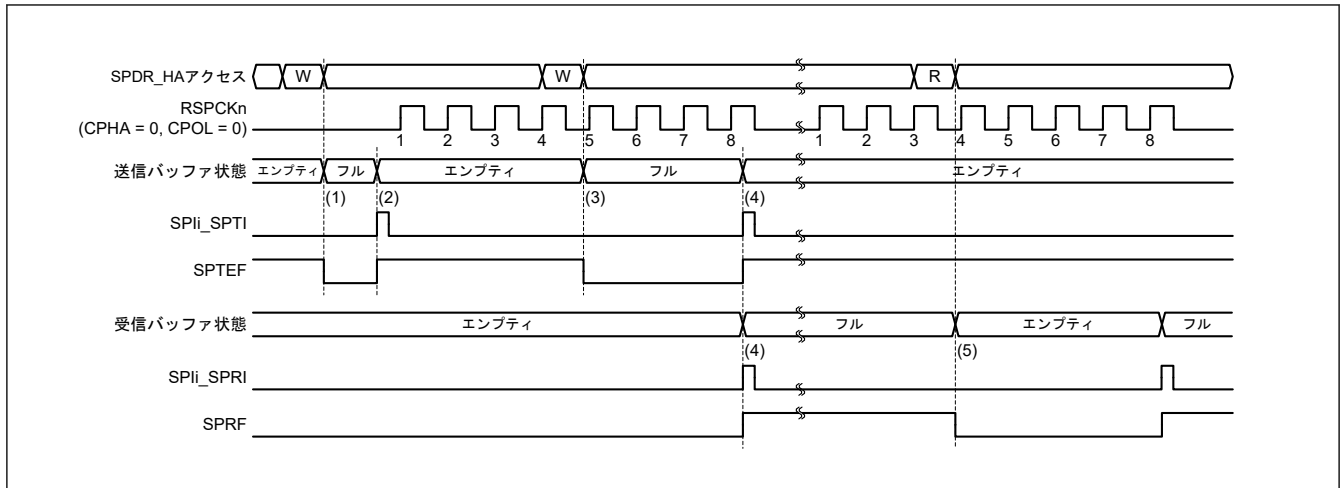
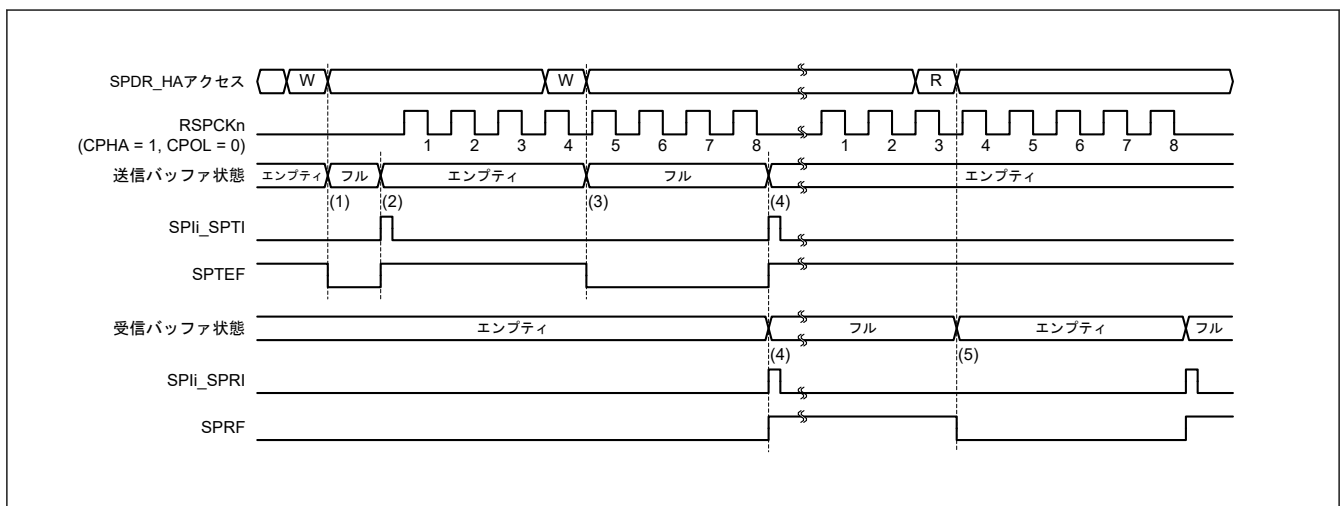

図 30.29 SPIi\_SPTI、SPIi\_SPRI 割り込みの動作例 (CPHA = 0、CPOL = 0)
図 30.30 SPIi\_SPTI、SPIi\_SPRI 割り込みの動作例 (CPHA = 1、CPOL = 0)
図 30.29 および図 30.30 に、送信バッファエンプティ割り込み (SPIi\_SPTI) と受信バッファフル割り込み (SPIi\_SPRI) の動作例を示します。図 38.26 および図 38.27 に記載した SPDR レジスタアクセスは、SPDR\_HA レジスタへのアクセス状況を示しています。W は書き込みサイクル、R は読み出しサイクルを示しています。図 30.29 では、SPCR.TXMD ビットが 0、SPDCR.SPFC[1:0] ビットが 00b、SPCMDm.CPHA ビットが 0、SPCMDm.CPOL ビットが 0 の設定で、SPI が 8 ビットのシリアル転送を実行しています。図 30.30 では、SPCR.TXMD ビットが 0、SPDCR.SPFC[1:0] ビットが 00b、SPCMDm.CPHA ビットが 1、SPCMDm.CPOL ビットが 0 の設定で、SPI が 8 ビットのシリアル転送を実行しています。RSPCKn 波形の下に記載した数字は、RSPCK サイクル数 (= 転送ビット数) を示しています。
以下に、図 30.29 および 図 30.30 の (1)~(5) での SPI の動作内容を説明します。